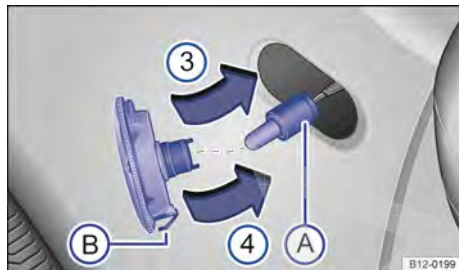

Fig. 202 Luz indicadora de direção lateral: substituir a lâmpada incandescente.
4.	Remover o suporte da lâmpada com a lâmpada em linha reta → Fig. 202 A.